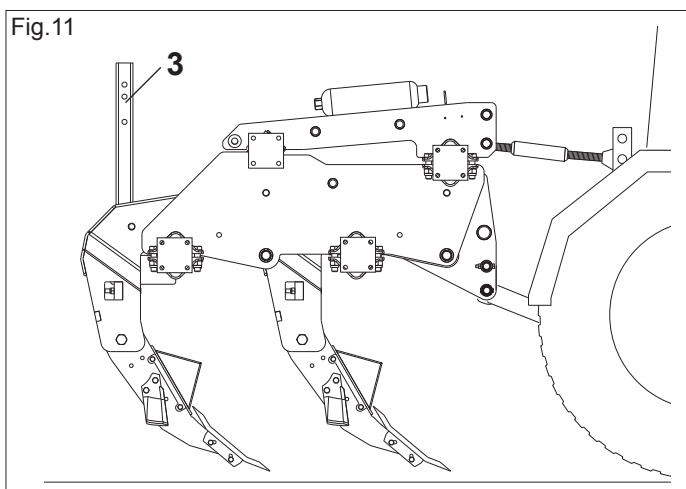

Fig.11
- 5) Soulever les étréssillons de support comme indiqué sur la Fig.11 (3).